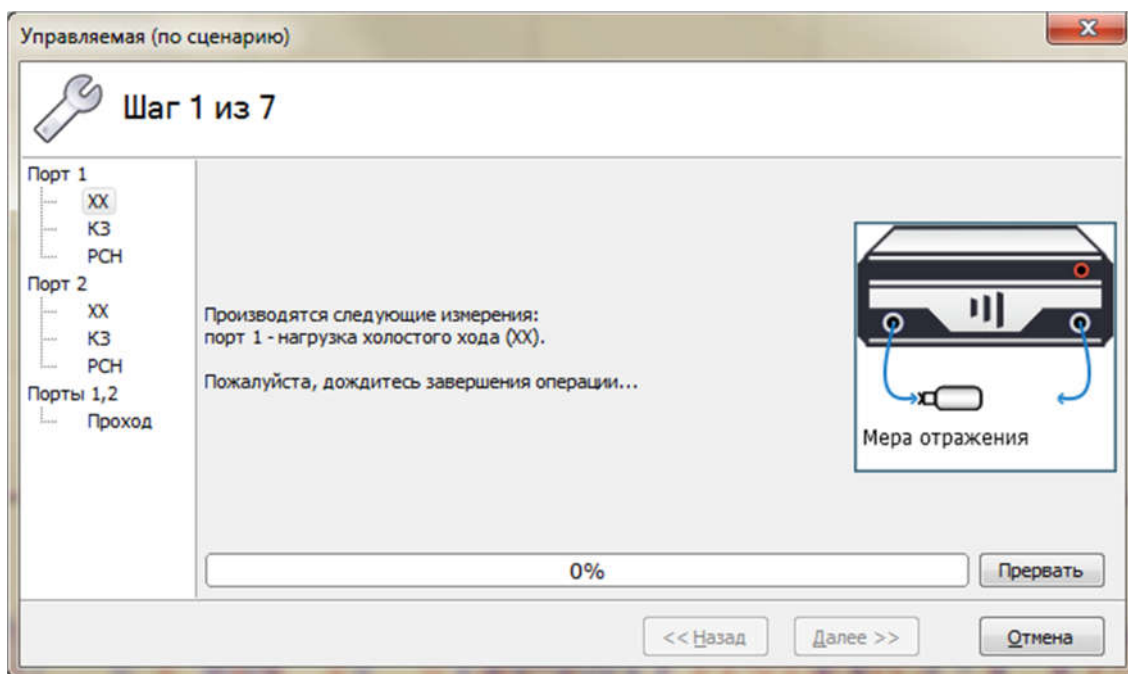

Рисунок 2.145 – Шаги калибровки «Управляемая (по сценарию)»
2.3.3.8.6 После нажатия кнопки «Далее» происходит переход непосредственно к процессу калибровки, состоящему из одного или нескольких шагов (рисунок 2.145 или 2.146). Потребителю необходимо следовать инструкциям мастера калибровки.